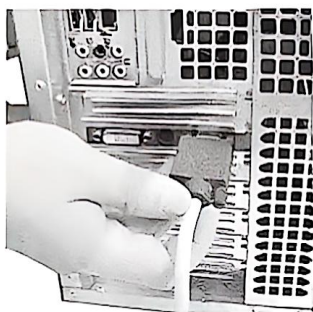

图9-20 连接VGA线
- 3) 常见的显示器与显卡的连接线有VGA线、DVI线、HDMI线等，如图9-20~图9-22所示。